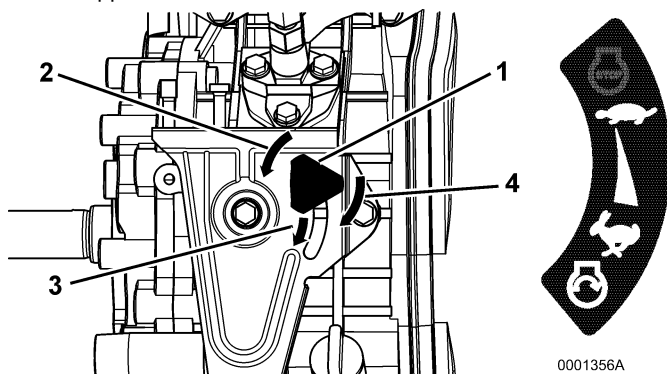

Рисунок 14
- 1- Переключить рукоятку регулятора оборотов двигателя (**позиция 1, Рисунок 14**) влево (**позиция 2, Рисунок 14**).
- 2- Перевести рукоятку регулятора оборотов двигателя в положение START (ПУСК) (**позиция 3, Рисунок 14**).
- 3- Переключить рукоятку регулятора оборотов двигателя вправо (**позиция 4, Рисунок 14**) для ее затяжки.